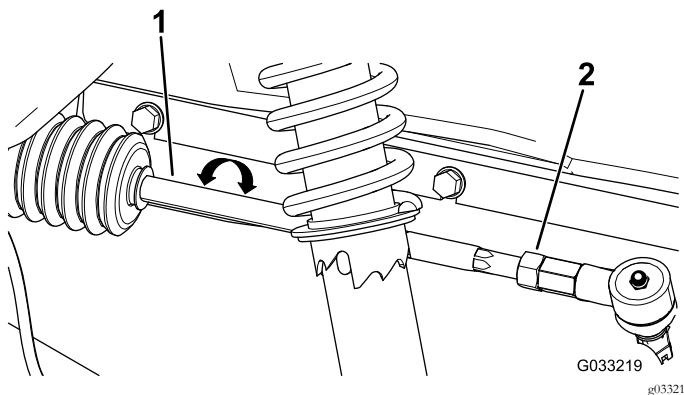

図 13
2. 前後の測定値の差が所定範囲 06mm にならない場合は、タイロッドの外側端部にあるジャムナットをゆるめて調整を行う 図 13。